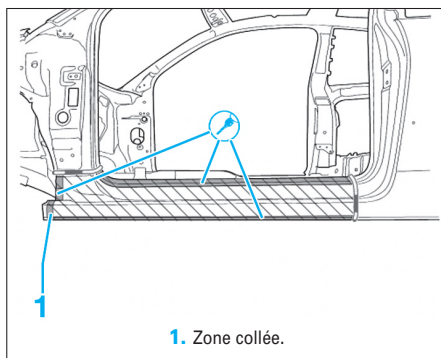

FIG. 66
- Découper et dépointer le bas de caisse comme illustré (Fig.66).